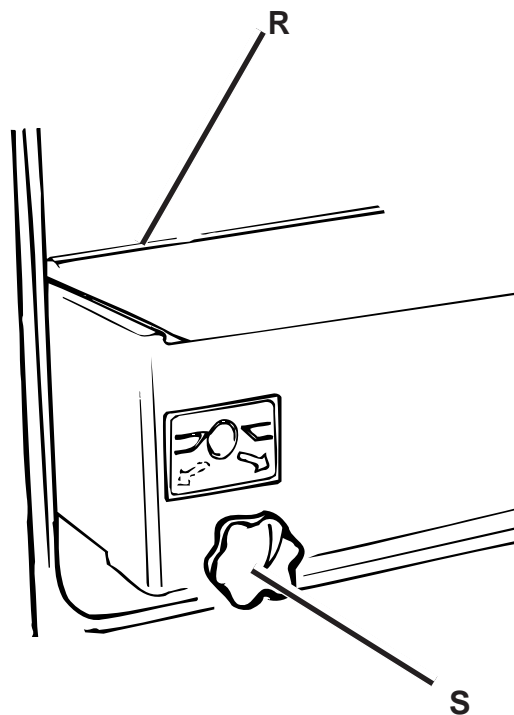

Fig. 3.9
Il rullo R fig.3.9 è inserito in un'apposita sede nel piano spessore ed è di tipo flottante mediante supporti posti alle estremità. Il rullo è trainante e ne prende il moto mediante trasmissione a catena dal rullo liscio superiore.
La sporgenza del rullo rispetto al piano è regolabile mediante il pomello S fig.3.9.
This floating roller (R, fig. 3.9) is installed on the thickening table in a suitable seat and is attached to the mounts located at the ends. The chain drive operates the roller through the upper smooth roller. The degree to which the roller protrudes in relation to the table can be adjusted by turning the knob (S, fig. 3.9). Turn the knob (S) clockwise to increase the protrusion of the roller; counter-clockwise to decrease it. Always keep the roller clean and free of resin, paint and smudge build-ups as well as wooden chips and splinters.
El rodillo R fig. 3.9 está inserido en el sitio correspondiente sobre la mesa de regruesar y es de tipo flotante mediante soportes ubicados a las extremidades. El rodillo tiene un mecanismo de arrastre, el cual se pone en movimiento mediante transmisión en cadena del rodillo liso superior.
El resalto del rodillo con respecto a la mesa es regulable mediante la perilla S fig. 3.9.
O rolo R fig.3.9 deve ser introduzido no lugar que existe, especificamente para esse efeito, no plano-espessura e é um rolo do tipo flutuante na medida em que tem os suportes colocados nas extremidades. O rolo é um rebocador que adquire o movimento através da transmissão em cadeia que lhe chega através do rolo superior liso.
A saliência do rolo em relação ao plano é regulável através do manípulo S fig.3.9.